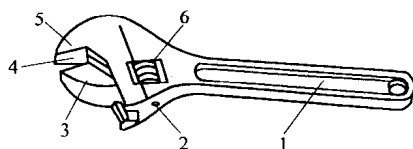

图 1-5 活扳手
3. 活扳手 活扳手简称扳子,它的头部由定扳唇、动扳唇、蜗轮和轴销等构成,如图 1-5 所示。旋动蜗轮可调节扳口的大小。常用活扳手的规格有 150mm、200mm 和 300mm 等,使用时可按螺母大小选用适当规格的活扳手。